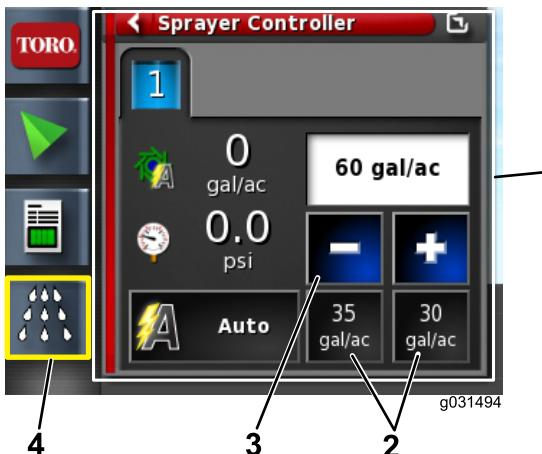
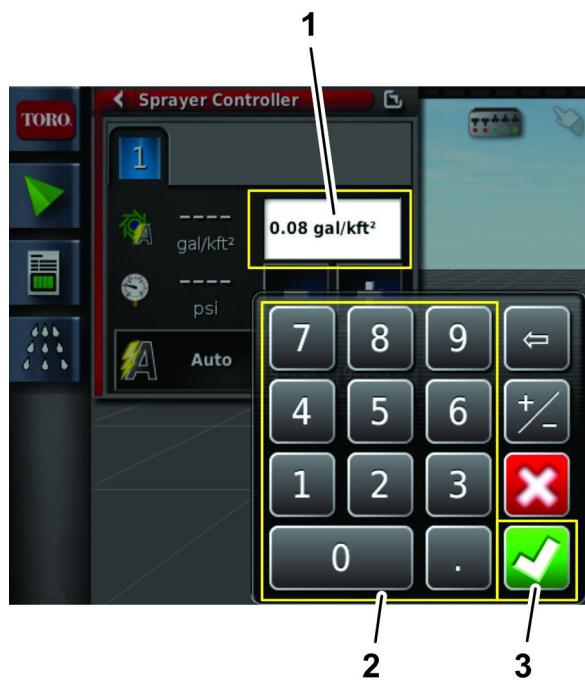

図 42
図 43
- 正しい散布率でない場合は、プリセットレートアイコンを押し、増減アイコンを使って正しい数値に調整、またはテンキーを使って「現在のレート」のボックスに正しいレートを直接入力する図 42と図 43。